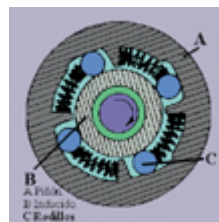

Fig. 15
- Una vez engranado el piñón en la corona del volante, el movimiento del inducido se transmite al conjunto piñón, que, por medio del enclavamiento de los rodillos (fig. 15) pone en movimiento la corona del motor térmico.